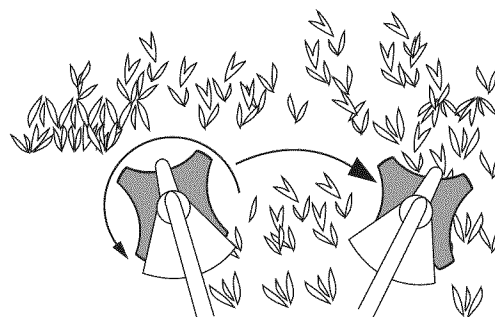

Fig. 14
- Corte de izquierda a derecha (Fig. 14). Esto mejora la eficiencia de corte de la unidad y arroja los desechos de yerba lejos del operador. Para evitar que el material se acumule alrededor de la cuchilla, evite cortar los desechos en la maniobra de retorno.